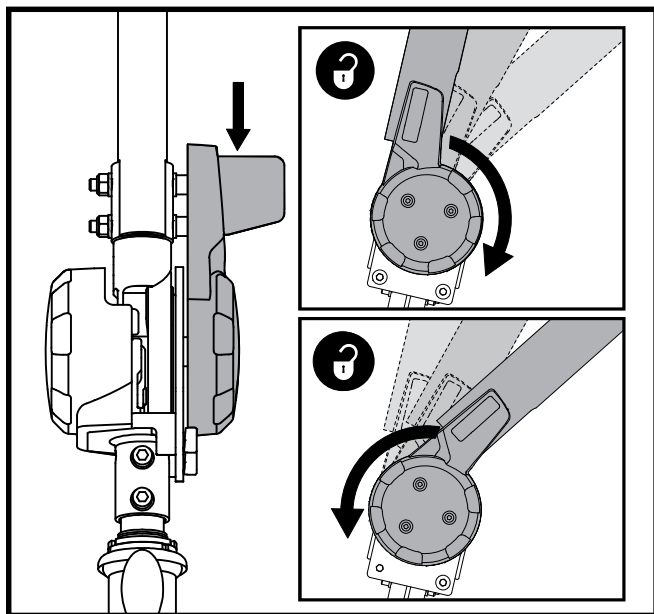

Figura 11. Regolazione manubrio
1. Dopo aver tolto sella e pacco batteria (vedere la “Procedura di Smontaggio” alla pagina precedente), abbassare il manubrio e stringere la manopola di regolazione del manubrio. **Vedere figura 11.**
3. Sollevare il manubrio e stringere completamente la manopola di regolazione del manubrio. **Vedere figura 11.**